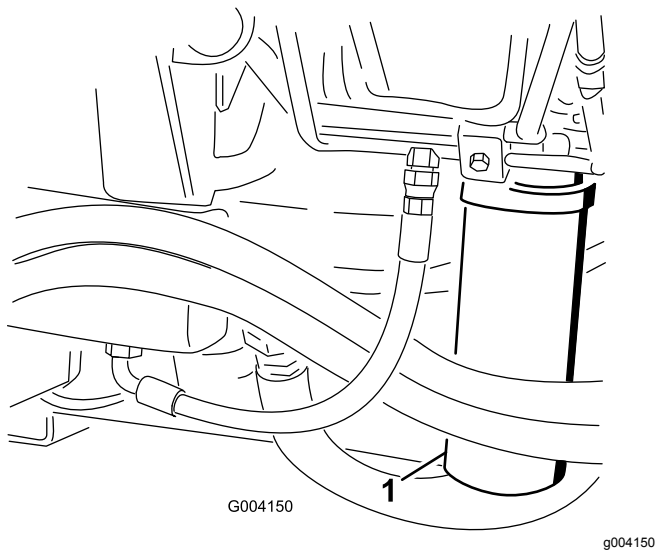

Figura 68
2. Pulite l'area di montaggio del filtro e collocate una bacinella di spurgo sotto il filtro (Figura 67 e Figura 68).